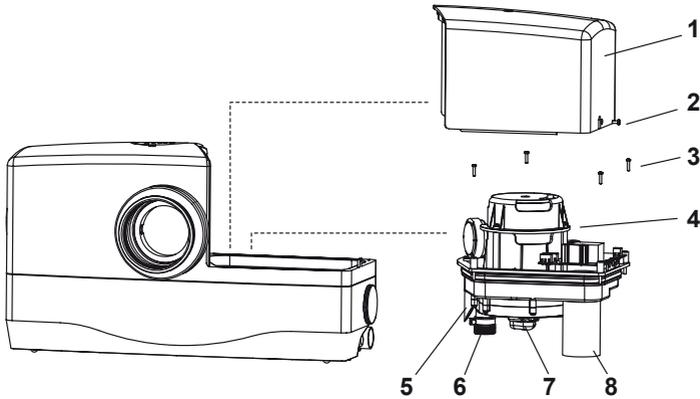

Abbildung 9
- > Bei dem Entfernen der Abdeckhaube (1) die Sicherungsschraube (2) entfernen
- > Bei Ausbau Motor-Pumpeneinheit (4) die Befestigungsschrauben (3) entfernen (Abbildung 9)
Sollte die Hebeanlage dann immer noch nicht einwandfrei arbeiten, muss wie auf Seite 15, Abbildung 9 die Motor-Pumpeneinheit zur weiteren Prüfung ausgebaut werden.